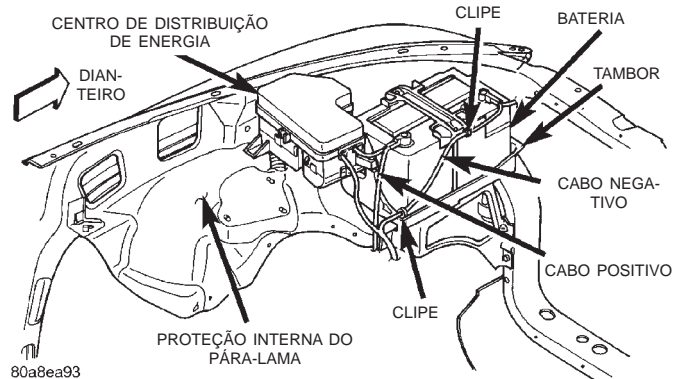

Fig. 42 Centro de Distribuição de Energia
(1) Desconecte e isole o cabo negativo da bateria.
(2) Remova a tampa do Centro de Distribuição de Energia (PDC) (Fig. 42).